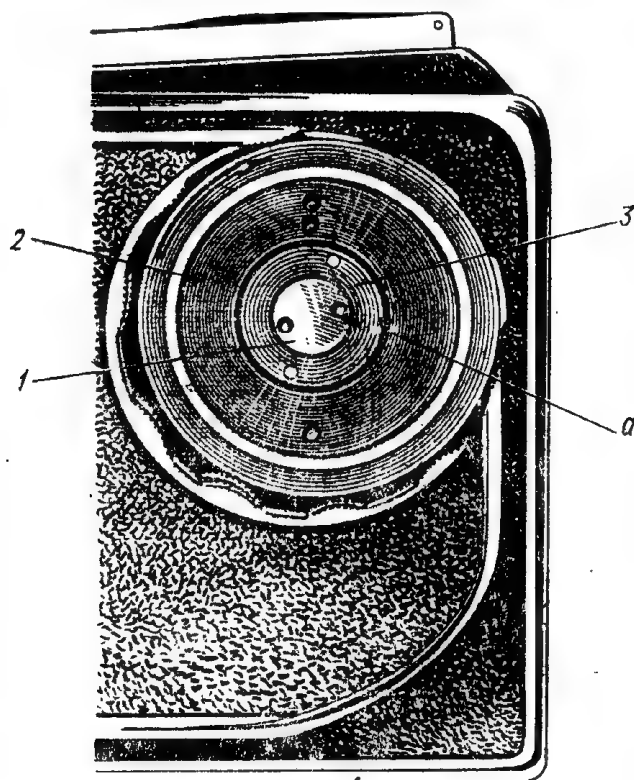

Рис. 7. Заводная головка на корпусе:
6.8.2. Согласно рис. 7 на торец заводной головки 2 наклеить кожаную наклейку 8.645.043, снятую при разборке заводной головки. Клеить клеем СВ-88, намазав тыльную сторону наклейки.